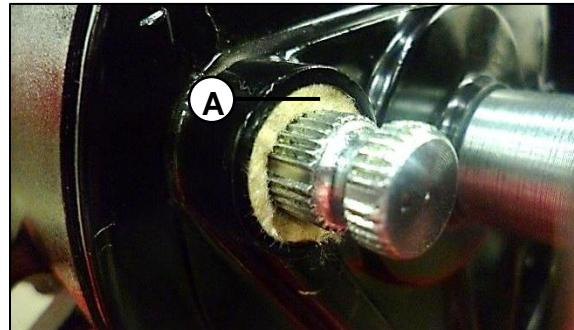

Fig. 31
Retire la tuerca y tornillo **(A)** y brazo del freno **(B)**. Desensamble por completo el sistema del porta-bandas. **Fig. 31**
Inspeccione el estado del guarda polvo (A). Se debe lubricar para evitar el ingreso de agua o impurezas que desgasten e impidan el buen funcionamiento del mecanismo. **Fig. 31**